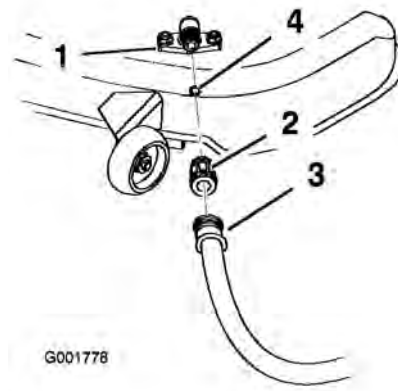

Bild 55
4. Montieren Sie die Schlauchkupplung auf die Kupplung am Mähwerk-Spülanschluss und drehen Sie das Wasser mit starkem Druck auf (Bild 55).